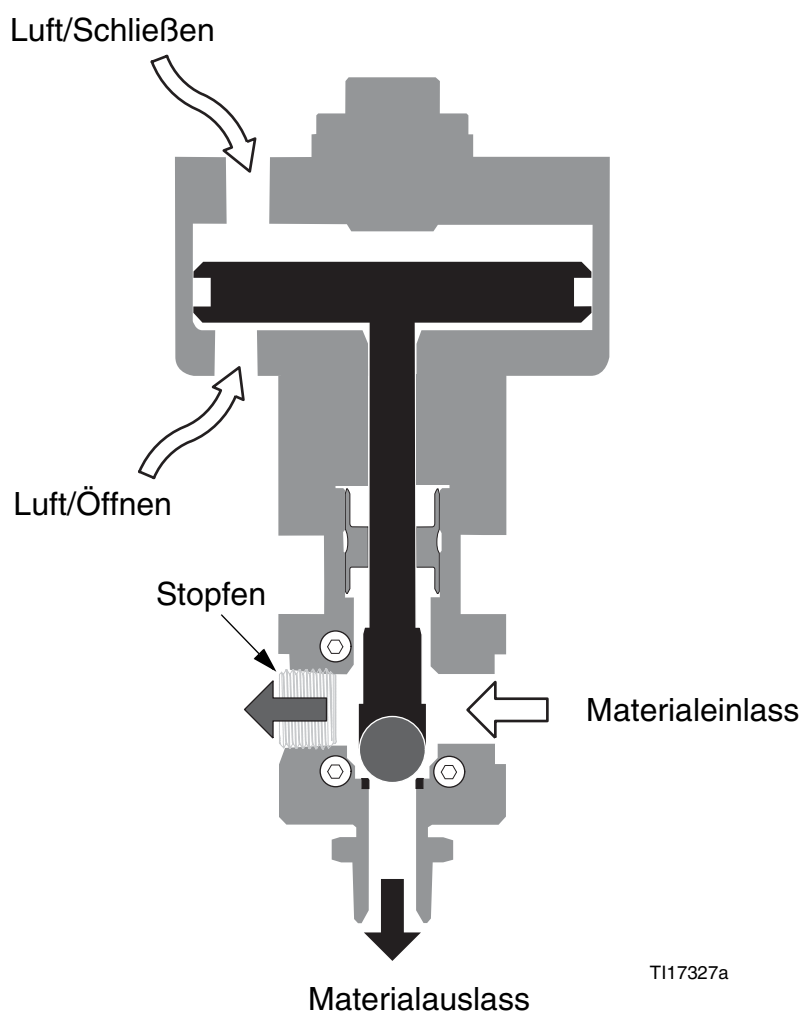

ABB. 2: Serie DV Funktionsweise
- b. Die Druckluftleitung an den Luftanschluss "Luft zum Öffnen" im Luftgehäuse (B) anschließen. Siehe ABB. 2 auf Seite 7.
- c. Die Druckluftleitung an den Luftanschluss "Luft zum Schließen" im Luftgehäuse (B) anschließen. Siehe
ABB. 2 auf Seite 7.